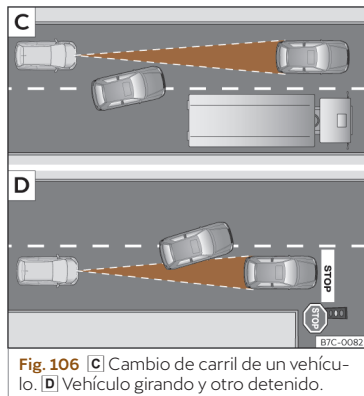

Fig. 106 [C] Cambio de carril de un vehículo. [D] Vehículo girando y otro detenido.
- Vehículos que cambien al carril por el que usted circula a poca distancia de su vehículo »» **fig. 106** [C].
El ACC puede no reaccionar ante vehículos detenidos. Si, p.ej., un vehículo detectado por el ACC gira o se aparta y delante del mismo se encuentra un vehículo detenido, el ACC no reaccionaría ante este último »» **fig. 106** [D].